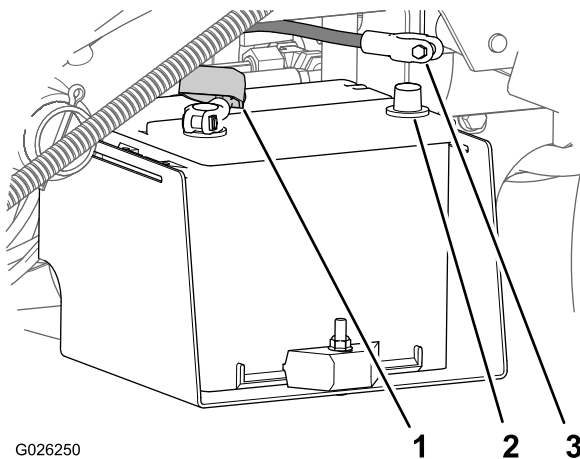

Bild 6
3. Klemmen Sie das Pluskabel (rot) am Pluspol (+) der Batterie und das Minuskabel (schwarz) am Minuspol (-) der Batterie an und befestigen Sie das Kabel mit den Schrauben und Muttern (Bild 6).